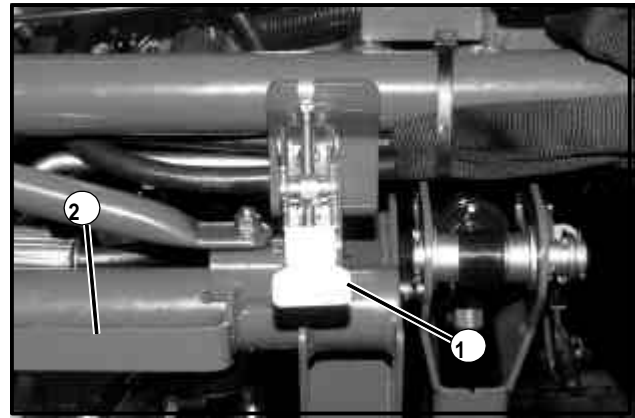

Abbildung 12
2. Geben Sie die Zugklinke (Siehe Abb. 12) frei.
8. Schalten Sie das Gerät ab und schwenken Sie den hinteren Arm wieder unter das Gerät und sichern Sie den Arm mit der Zugklinke (Siehe Abb. 12).